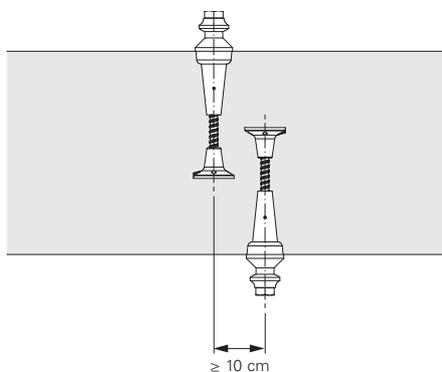

Fig. B1.02
- Quando $h_1 + h_2 < d$, as ancoragens têm que estar desfasadas horizontalmente ou verticalmente. (Fig. B1.02 + B1.03)